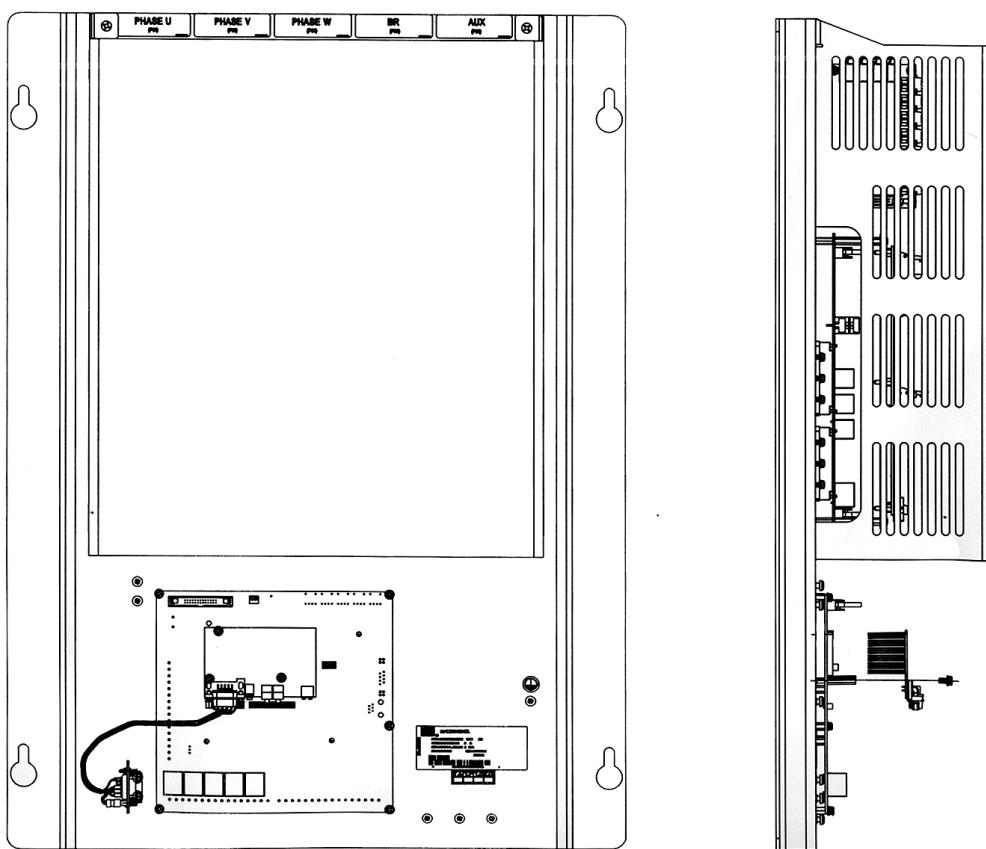

Figura 13.3: Conexão do cabo Fieldbus
6. Conectar uma extremidade do cabo no rack de controle do MVW-01 conforme Figura 13.3 na página 13-2.
7. Conectar a outra extremidade do cabo Fieldbus ao cartão do Fieldbus de acordo com a Figura 13.3 na página 13-2.